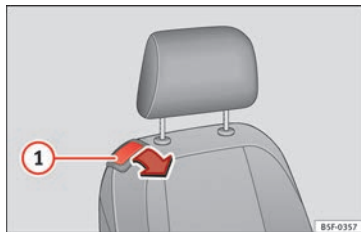

Abb. 108 Beifahrersitz: Hebel zum Umklappen der Rückenlehne.
- Ziehen Sie den Hebel **①** »» **Abb. 108** und drücken Sie die Rückenlehne soweit nach vorn, bis sie sich in horizontaler Stellung befindet.